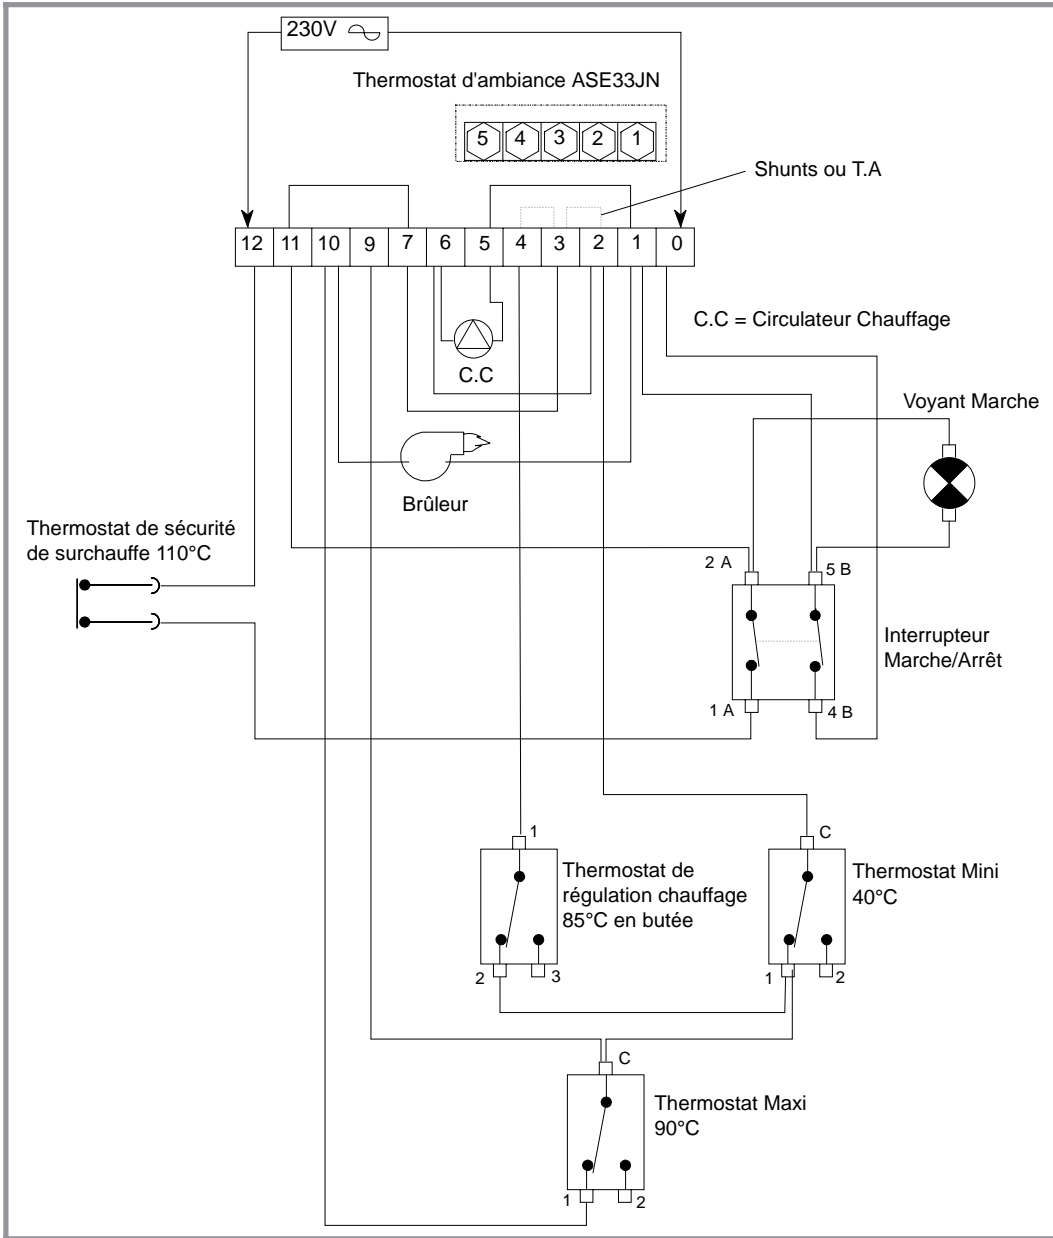
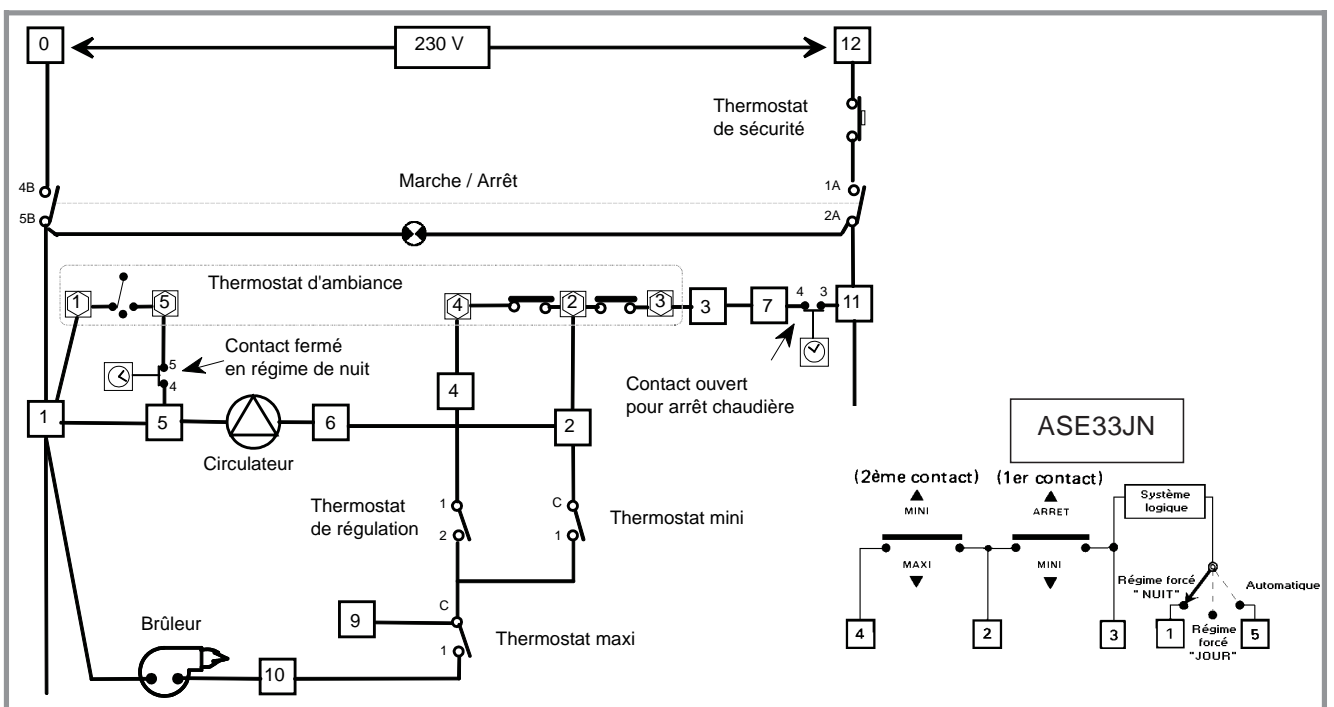

Figure 6 - Câblage électrique
Figure 7 - Schéma électrique
- Effectuer les raccordements suivant le schéma (fig. 6 et fig. 7) :